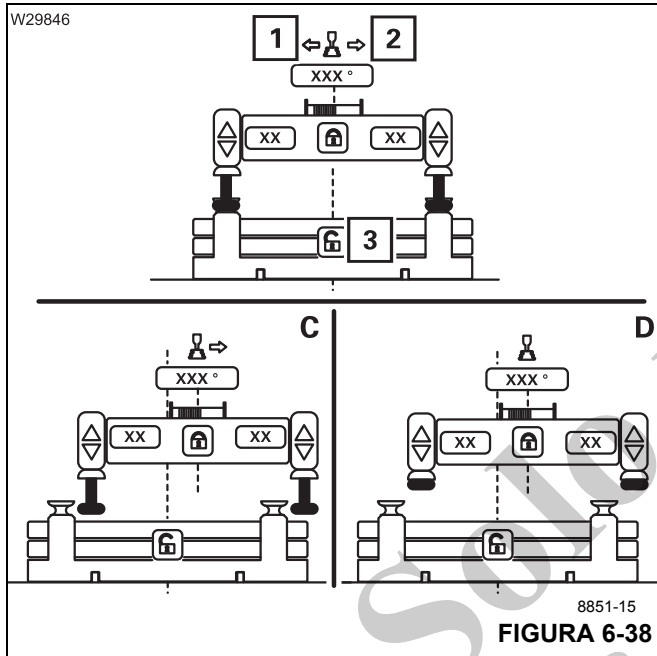

FIGURA 6-38
- Para girar, mueva la palanca de control en el sentido visualizado (1, Figura 6-38) o (2) – el modo automático continúa.
- La superestructura gira a su posición (C).
- Los cilindros de elevación se retraen (D).